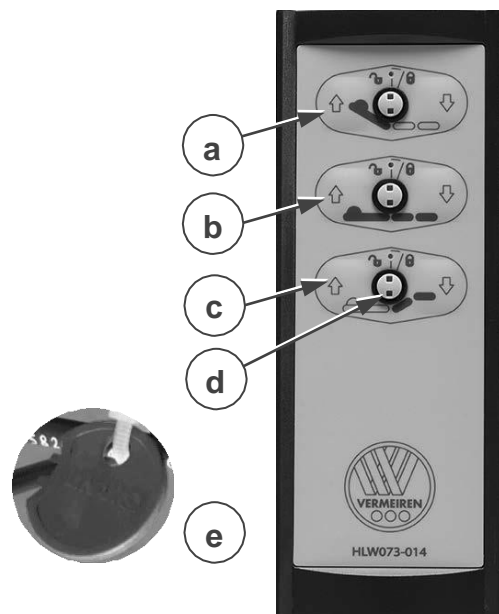

Figure 4 Télécommande et clé pour verrouiller
2. Réglez la hauteur du lit à l'aide de la télécommande ; avec le bouton (b), cf. Figure 4.
3. Rabattez la barrière latérale (3) : tirez le bouton sphérique noir (17) pour déverrouiller la barrière latérale et rabattez cette dernière vers le bas.
5. Effectuez le transfert vers le lit. Utilisez la potence avec la poignée-trapèze (2) pour vous aider à vous déplacer sur le lit.
6. Déployer la barrière latérale (3) : tirez la barrière vers le haut jusqu'à ce qu'elle se verrouille.
1. Utilisez le bouton (a) de la télécommande pour abaisser la section de tête jusqu'à ce qu'elle soit complètement en bas, cf. Figure 4.
3. Utilisez la sangle (12) pour abaisser la section des jambes, cf. §3.5.
4. Rabattez la barrière latérale (3) : tirez le bouton sphérique noir (17) pour déverrouiller la barrière latérale et rabattez cette dernière vers le bas.
5. Réglez la hauteur du lit avec le bouton (b) sur la télécommande ; cf. Figure 4.
6. Tournez-vous en position assise, vos jambes à l'extérieur du lit. Pour vous déplacer sur le lit, utilisez la potence avec la poignée-trapèze (2).